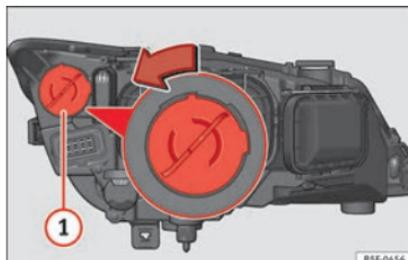

Abb. 105 Tagfahrleuchte.
- Drehen Sie den Lampenträger » Abb. 105 ① nach links und ziehen Sie.